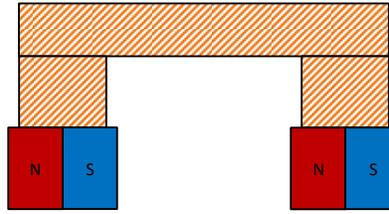

Figura 2: Dispositivo de frenado.
2. Utilizando dos imanes de neodimio construya el dispositivo de la figura 2. Intente frenar el disco.
3. Varíe el voltaje de la fuente desde un voltaje bajo hasta el voltaje máximo y utilice un imán para frenar. Repita el experimento utilizando el dispositivo de la figura 2.